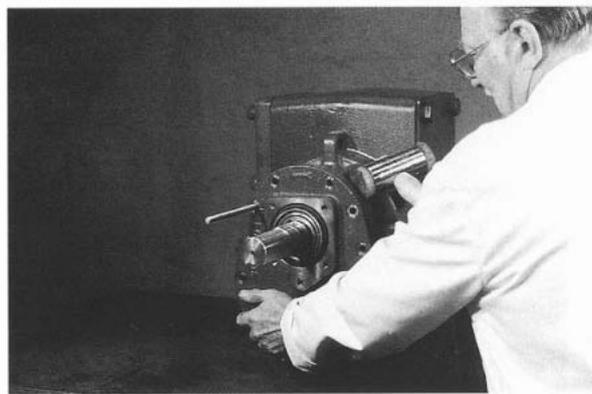

Рис. 19
8. Вставьте направляющую штангу М10. (Рис. 19)